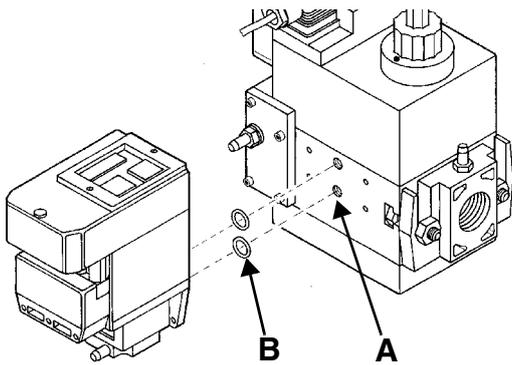
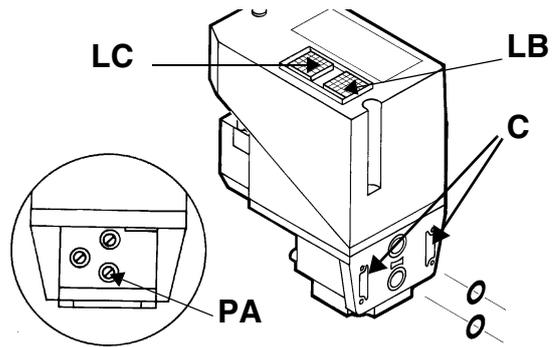

Fig. 22
Fig. 23
- 2 togliere le viti di chiusura del gruppo Multibloc (Fig. 22-A);
- 3 inserire gli anellini di tenuta (10,5 x 2,25) nel VPS 504 (Fig. 22-B - Fig. 23);
4 avvitare le 4 viti del controllo di tenuta (M4 x 16) Fig. 23-C.
Per effettuare la verifica di funzionamento, inserire un manometro in corrispondenza della presa di pressione **PA** (Fig. 23). Se il ciclo di prova ha esito positivo, dopo alcuni secondi si accende il LED di consenso **LC** (giallo). In caso contrario si accende il pulsante luminoso **LB** di blocco (rossa). Per ripartire è necessario sbloccare l'apparecchiatura premendo il pulsante **LB**.